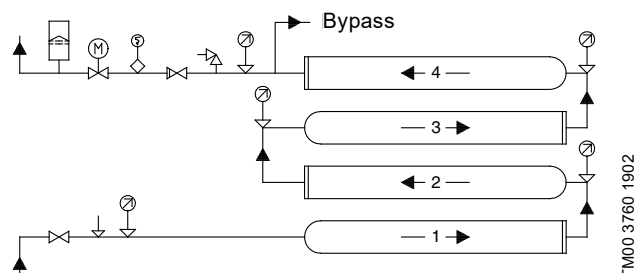

Fig. 6 Sistema booster con quattro moduli collegati in serie, montati uno sopra l'altro
- Per i moduli collegati in serie, montati uno sopra l'altro, si consiglia di collegare i tubi come mostrato in fig. 6.